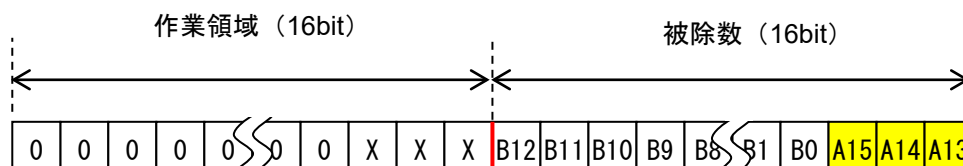

図 3.6 3 回目の実行結果
- ⑤ 3回目のシフトと減算を行った結果の作業領域と被除数は図3.6に示すようになります。